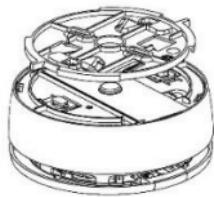

Figura 5
2. Retire o suporte plástico do detector (*ver Figura 5*).
1. Remova o suporte plástico do detetor (*ver Figura 5*).